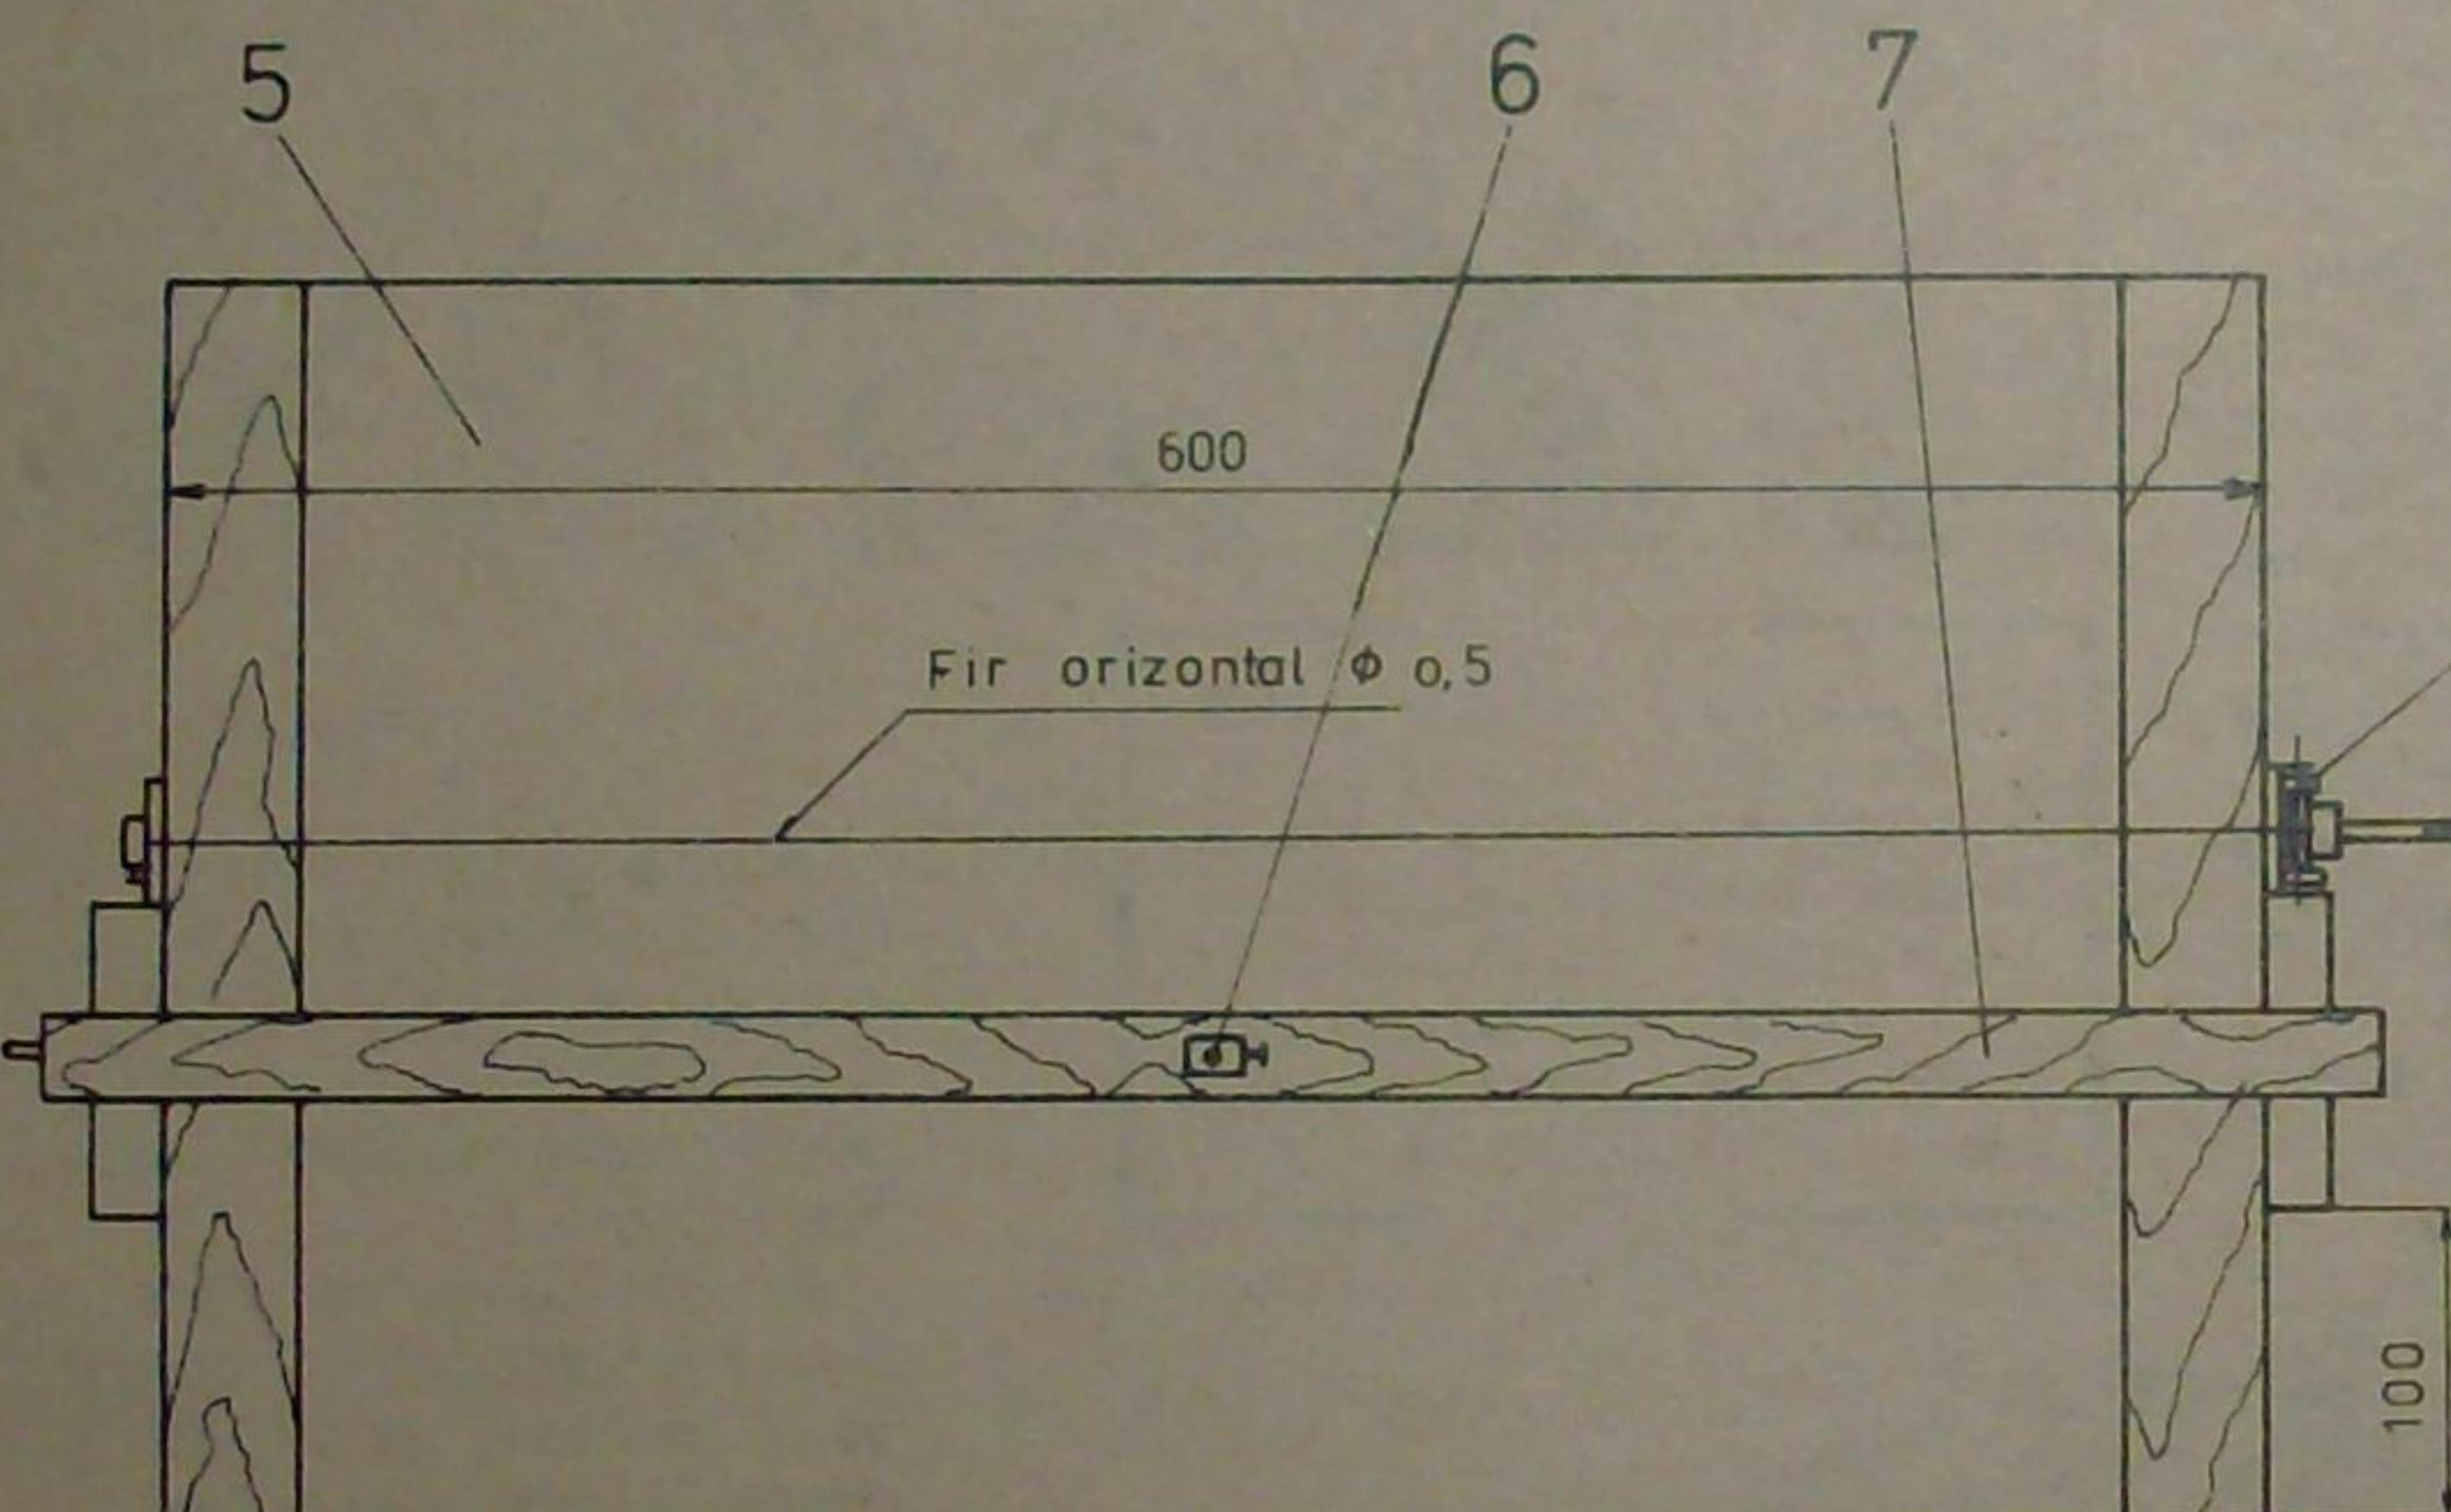
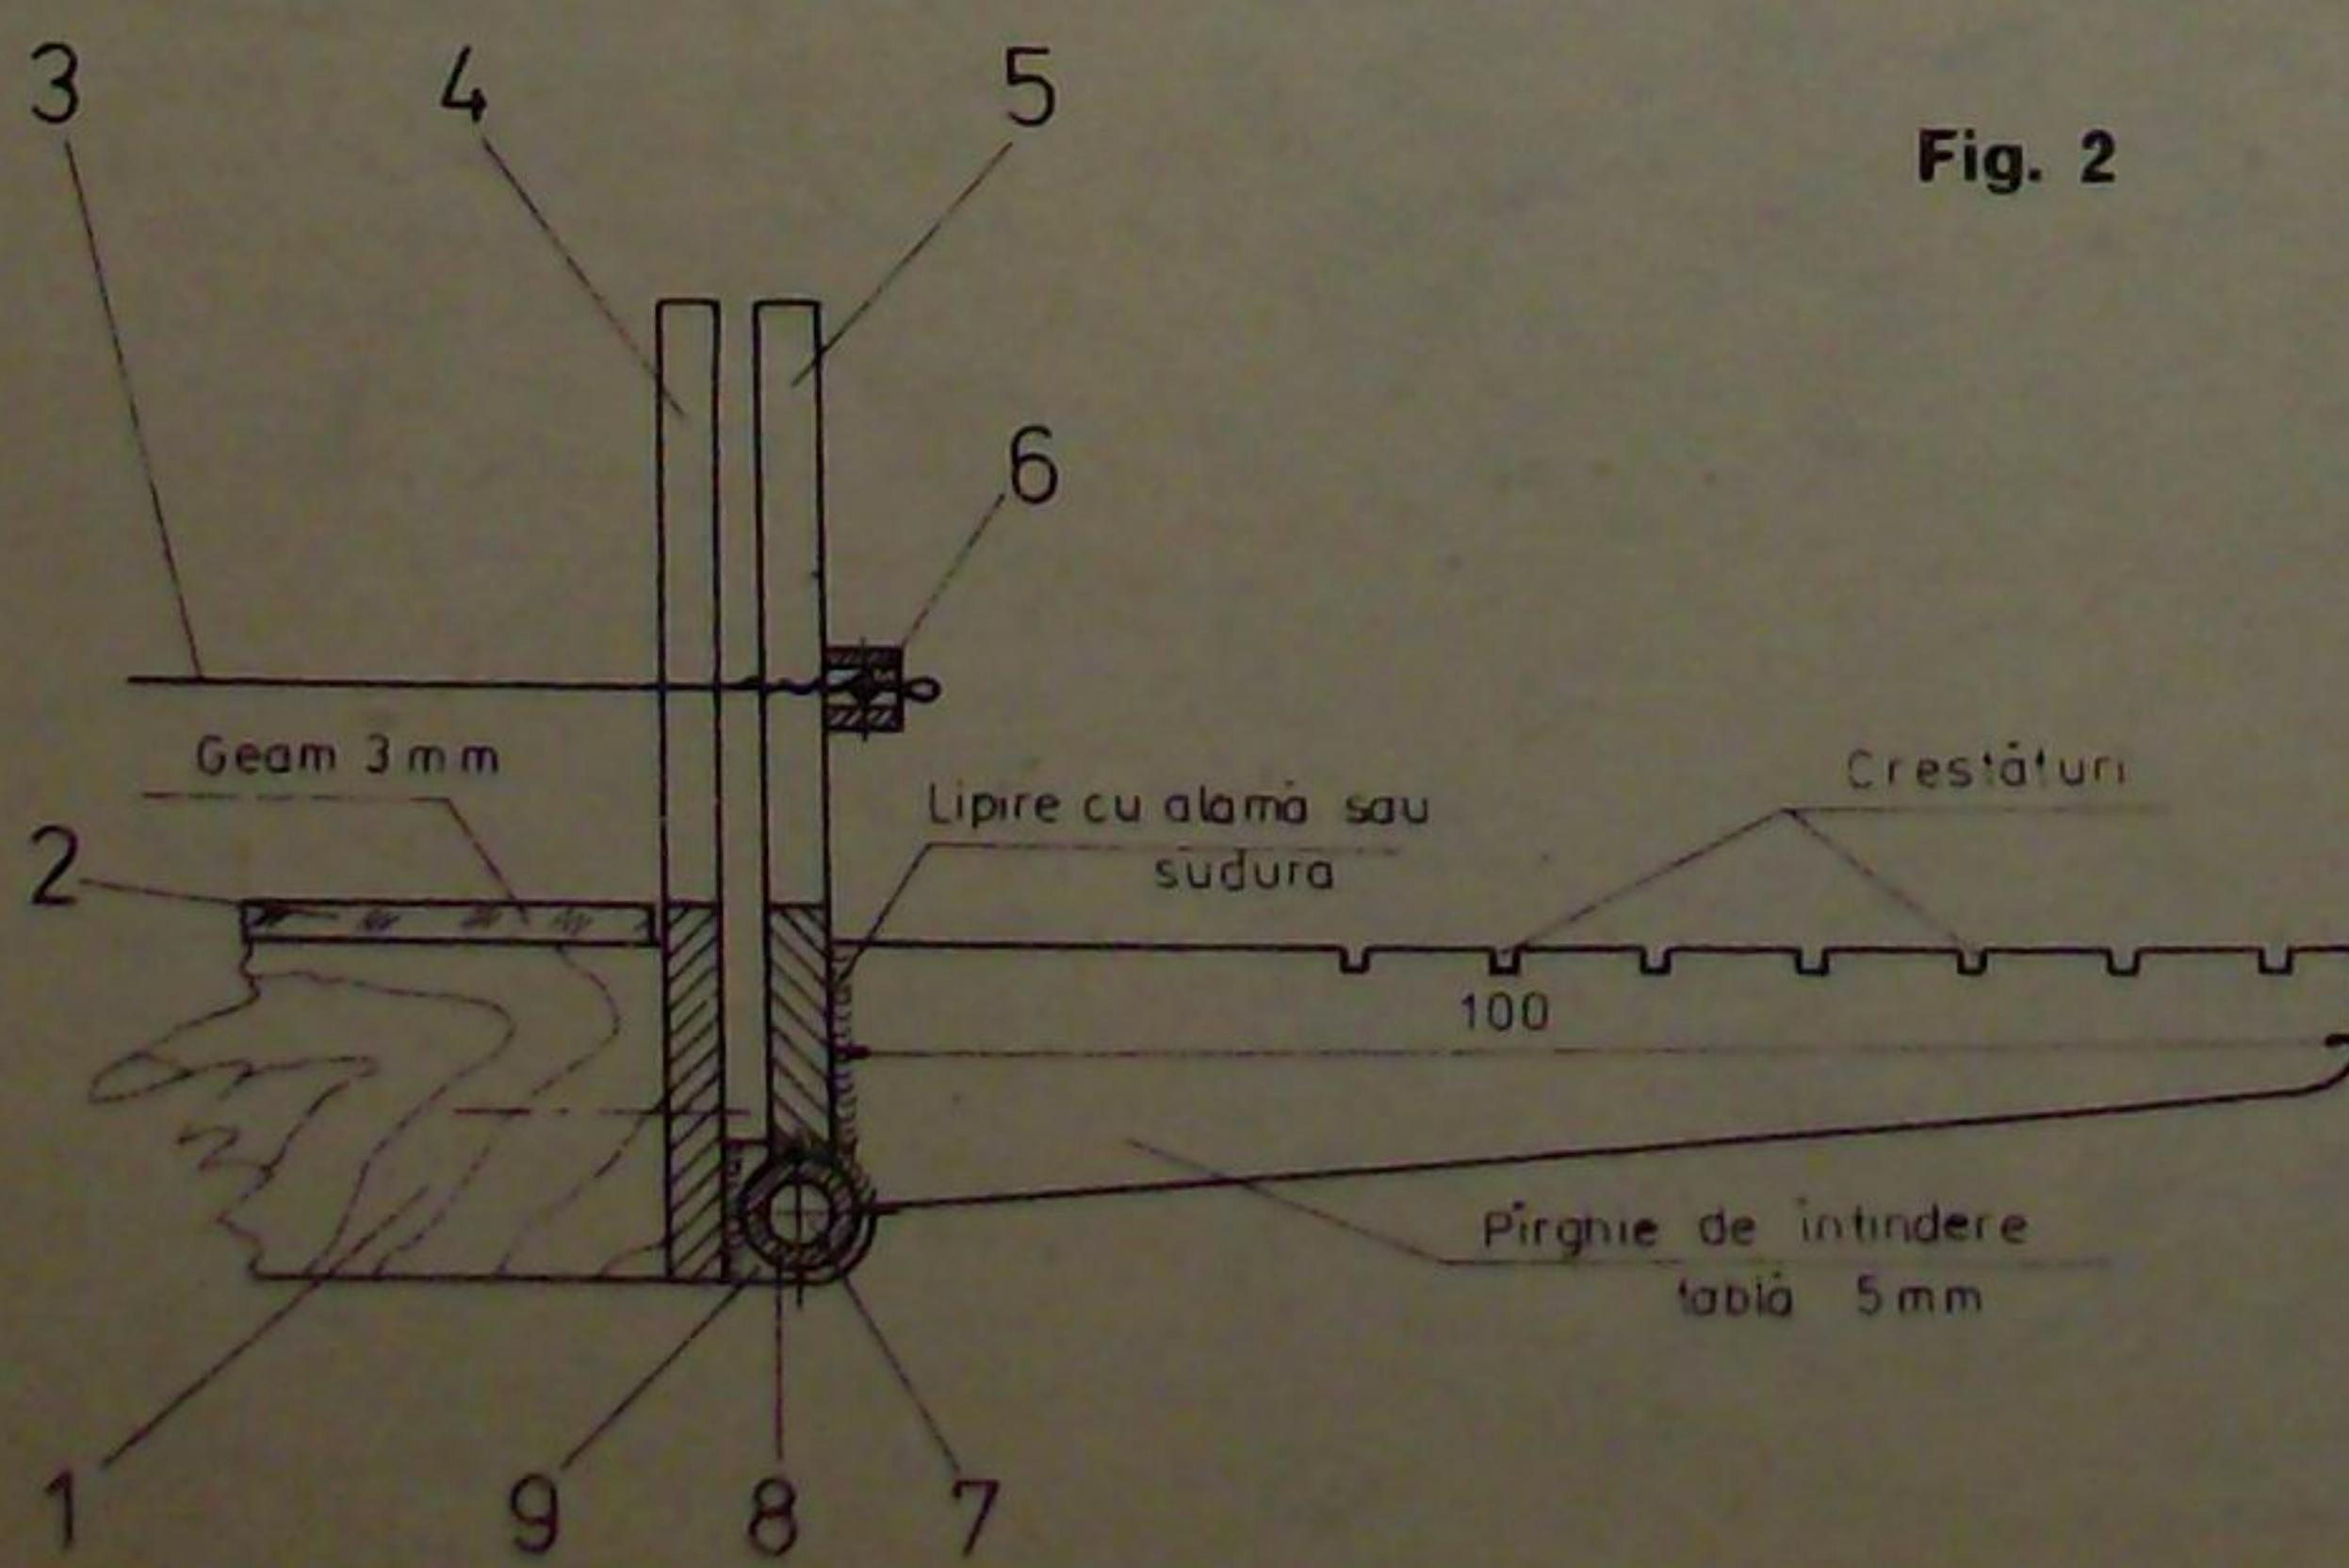

Fig. 3
Fig. 2
Pentru întinderea firului în plan orizontal se vor confectiona din tablă de otel de 4 mm grosime suportul (4), din fig. 3, și dispozitivul de întindere (9), din fig. 2. Înălțimea de tăiere în plan orizontal se poate regla ușor, plasind rezistența de nichelină între crestările suporturilor de întindere (9). Blocarea rezistenței se face cu ajutorul unor borne de legătură (3) și (6), fig. 1, extrase dintr-o priză sau dintr-un comutator defecte. Pen-
Dispozitivul de întindere se realizează din piesele prezentate în fig. 3, 4 și 5, prelucrindu-le conform desenului, cîte două bucăți poziția 4 și 9, o bucată poziția 5, 7 și 8.